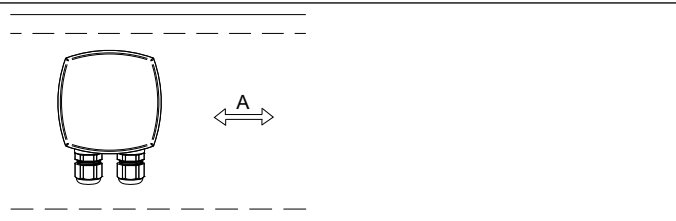

Fig. 1 Sens d'installation dans la gaine (A = sens de l'écoulement d'air)
4. Placez le transmetteur DTTC/DTTHC dans la gaine avec les presse-étoupe perpendiculaires au sens de l'écoulement d'air, voir Fig. 1.